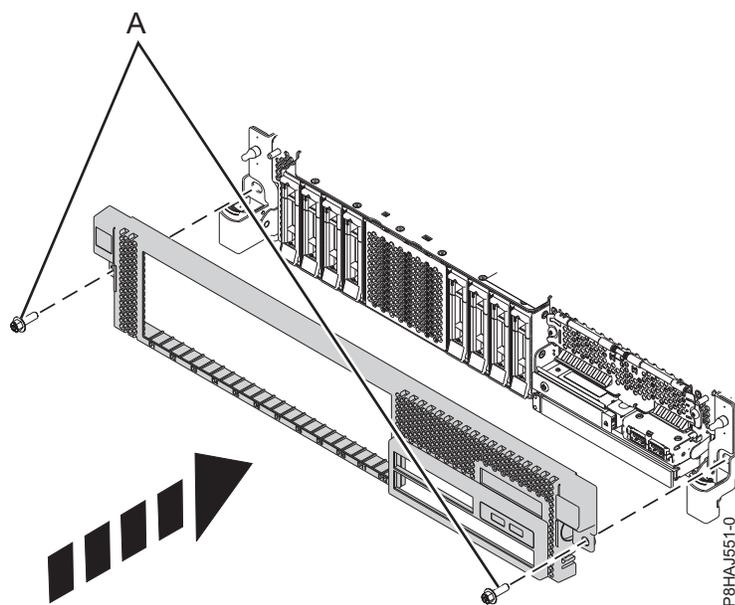

図 12. 前面カバーの取り付け
3. 33 ページの図 12 に示す方向にリリース・ラッチを押して、閉じます。カチッという音がしてカバーが正しい位置に収まります。カバーにはより簡単につかむことができるくぼみがあります。
4. 配送用ねじ (A) を再取り付けします。